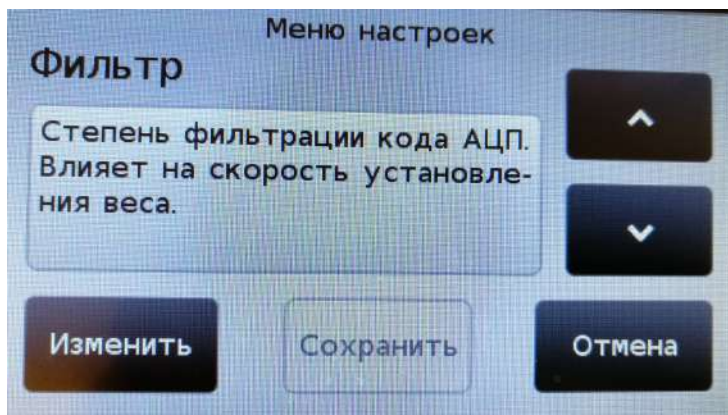

Рис. 8.2.1. Установка величины цифрового фильтра.
8.2.1. Войдите в меню установки режимов работы (см. п. 8.1.1, стр. 8), кнопками «**^**» и «**v**» выберите пункт «**Фильтр**» (см. рис. 8.2.1) и нажмите на кнопку «**Изменить**».